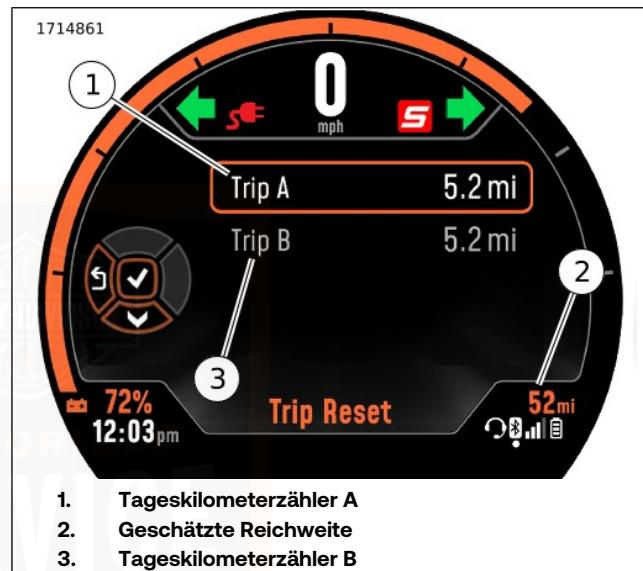

Abbildung 38. Trip-Bildschirm
Siehe Abbildung 38. Der Tourodisplay zeigt den Kilometerstand (1), den Tageskilometerzähler A (2) und den Tageskilometerzähler B (3) an. Der Tourodisplay kann auch über das Einstellungsmenü konfiguriert werden, um Tour K anzuzeigen.